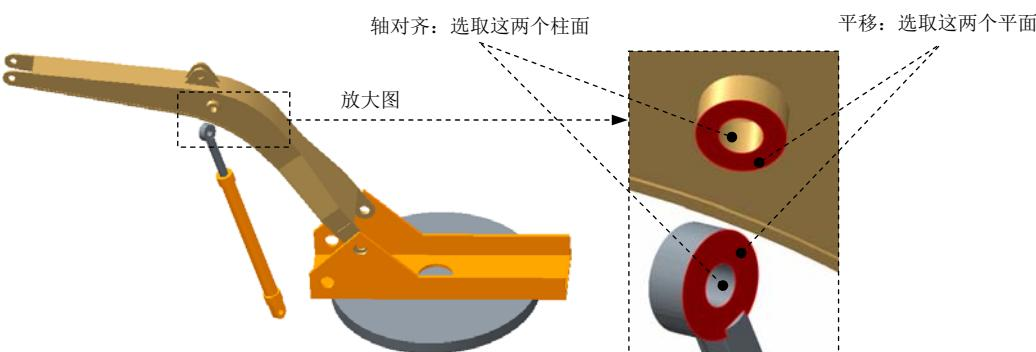
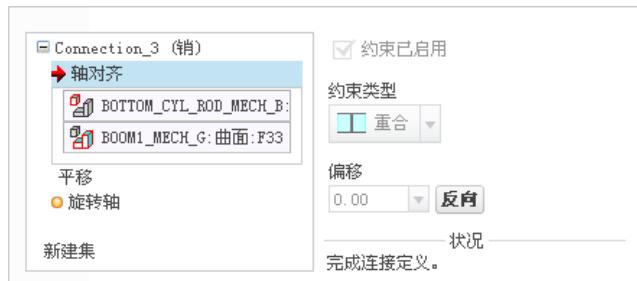

图 3.18.35 创建销 (Pin) 连接
图 3.18.36 “放置”界面
Step9. 引入子组件 LOWER_BOOM_HYD.asm (动臂液压组件), 并将其调整到图 3.18.35 所示的位置。
(1) 在“元件放置”操控板的机械连接约束列表中选择 销 选项。
(2) 定义“轴对齐”约束。单击操控板中的 **放置** 按钮, 分别选取图 3.18.35 中的两个柱面为“轴对齐”约束参考, 此时 **放置** 界面如图 3.18.36 所示。
(3) 定义“平移”约束。分别选取图 3.18.35 中的两个平面为“平移”约束参考, 此时 **放置** 界面如图 3.18.37 所示。